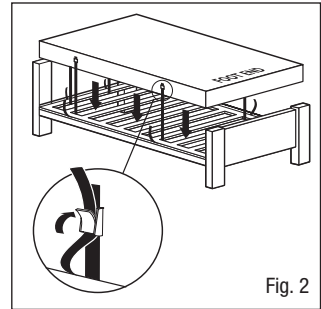

Fig. 2
3. Fastgør madrassen til sengebunden med hjælp af de justerbare stropper - før stropperne gennem sengestellets madrasplatform og fastgør spænderne (Fig. 2), så de ikke hindrer de bevægelige komponenter på elektriske senge. Dette er vigtigt, da det forhindrer, at madrassen løsnes fra sengestellet og forårsager eventuelle personskader. Et sæt stropforlængere kan leveres til brug ved boksmadrasser (delnummer 11062).